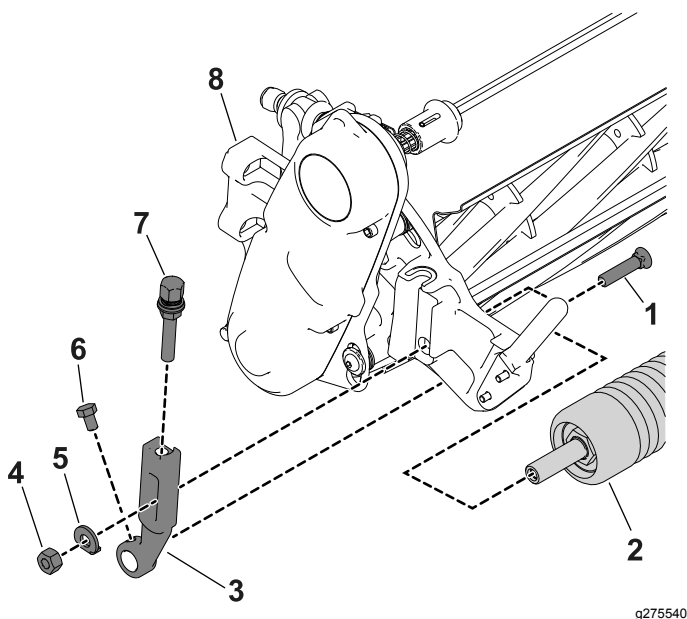

図 3
1. 刈高アーム左右のどちらか1本をカッティングユニットのサイドプレート固定しているプラウボルト、ワッシャ、フランジナットを外す 図 3。